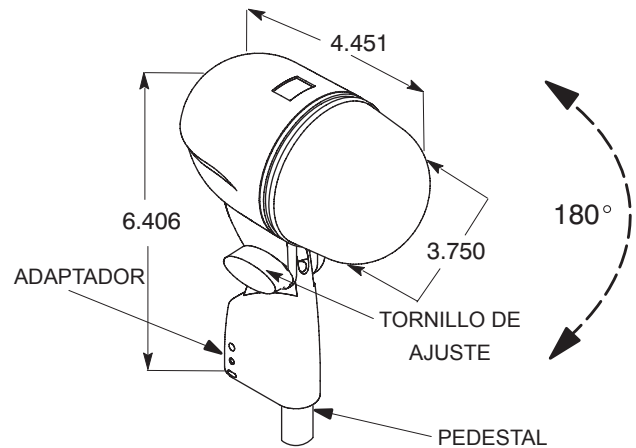

FIGURA 3
1. Atornille el adaptador incorporado en el extremo de un pedestal para micrófonos (vea la Figura 3). Ajuste la altura del pedestal según sea necesario. Asegurese que el tornillo de ajuste de adaptador este flojo.